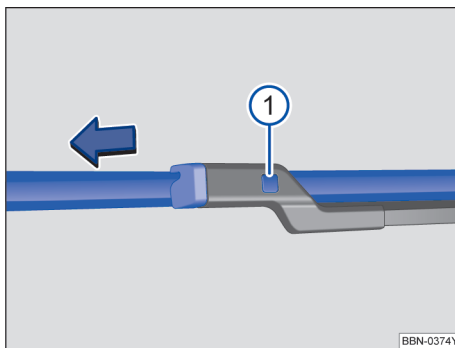

图 115 更换前风窗刮水器刮水片
- 按住分离按钮→图 115 ① 同时沿图示箭头方向拉出刮水片。